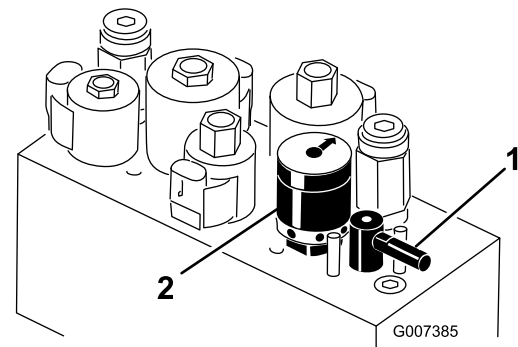

Bild 55
4. Drehen Sie zum Einstellen der Spindeldrehzahl das Handrad (Bild 55), bis die Zeiger auf die Nummern zeigen, die der gewünschten Einstellung entsprechen.